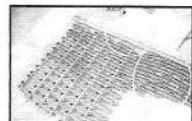

図8.マット組立て
① (1)で製作した鉄パイプの穴に合わせて、(1)④で製作した部材を13段7列に並べ、それぞれをワイヤーを通して図8のように組み上げた。
② ワイヤーの端末は、ワイヤークリップで固定した。
③ 最後に、ワイヤースリングを製作し、ランニングマットに取り付けて完成。